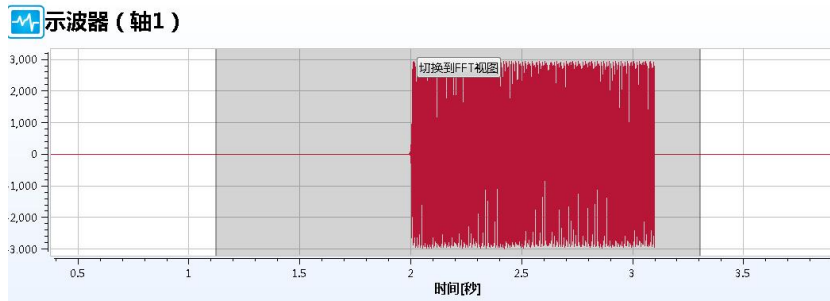

图 5-21 FFT 视图显示界面
②此时界面弹出如下界面，如下图 5-21，点击“切换到 FFT 视图”。